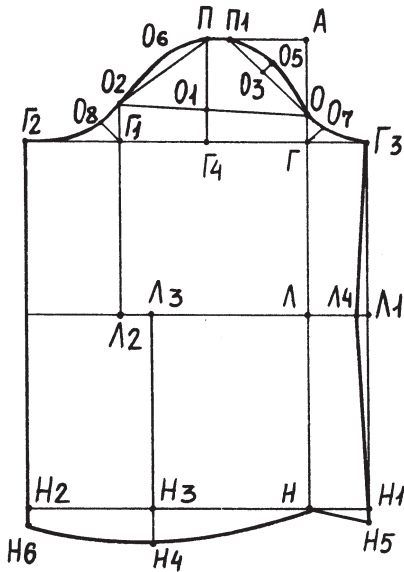

Рис. 185. Чертеж выкройки рукава
*Рукав.* Постройте прямой угол с вершиной в точке А (рис. 185).